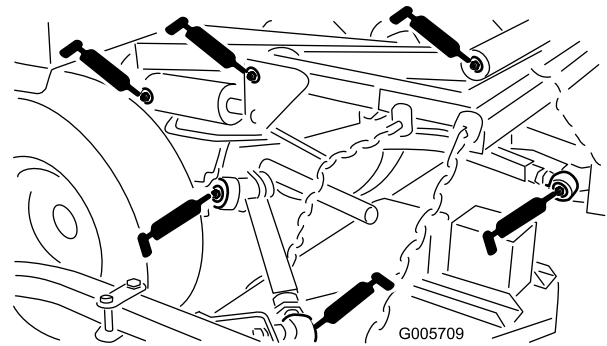

Bild 35
- ZWA-Antriebswelle und Joche (3) (Bild 35)
- Hubarmgelenke (Bild 35)
- Rechte und linke Schubarmkugelgelenke (Bild 35)